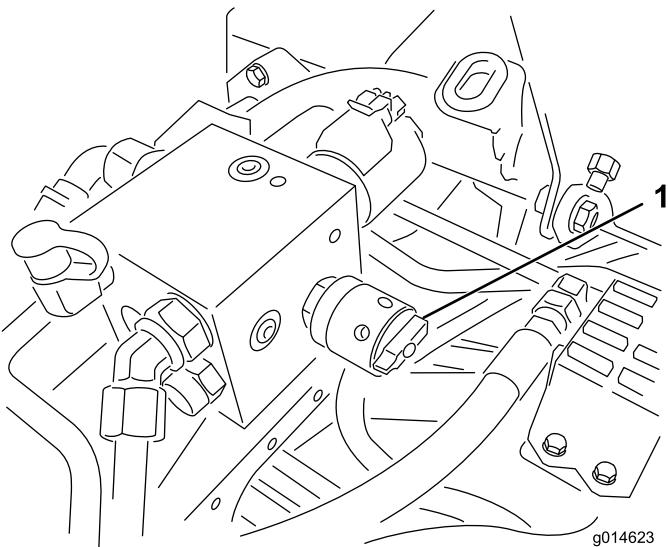

Figura 39
4. Per impostare la velocità dei cilindri girate la manopola (Figura 39) fino a portare le frecce in linea con il numero corrispondente all'impostazione desiderata.